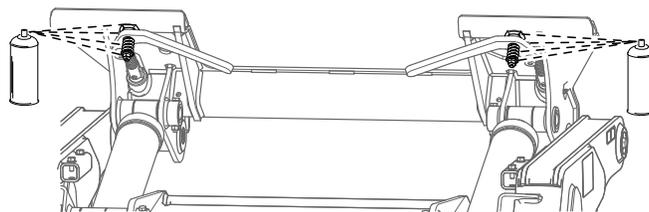

Рисунок 48
7. Смажьте быстроразъемные рычаги смазкой из распылителя (Рисунок 48).